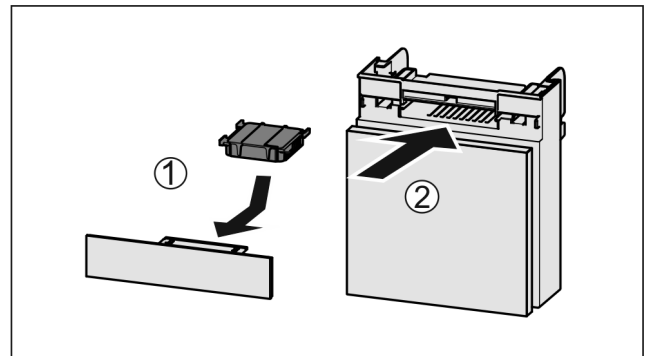

Fig. 167
- ▶ Aktivkohlefilter nach Abbildung einsetzen Fig. 167 (1).
- ▶ Fach einschieben Fig. 167 (2).